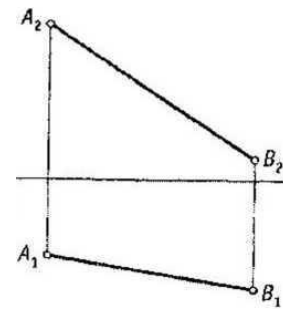

Рисунок 1.2.
- Определить натуральную величину отрезка AB и угол наклона его к плоскости проекций, (рисунок 1.2)